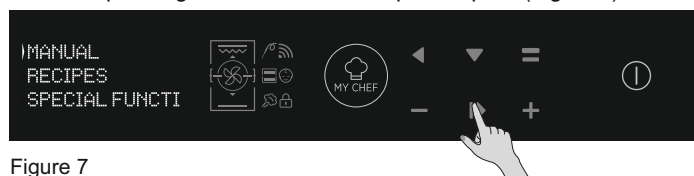

Figure 7
- Appuyez sur la touche OK lorsque la flèche de l'afficheur est sur MANUEL pour régler la cuisson en 3 étapes simples. (Figure 7)